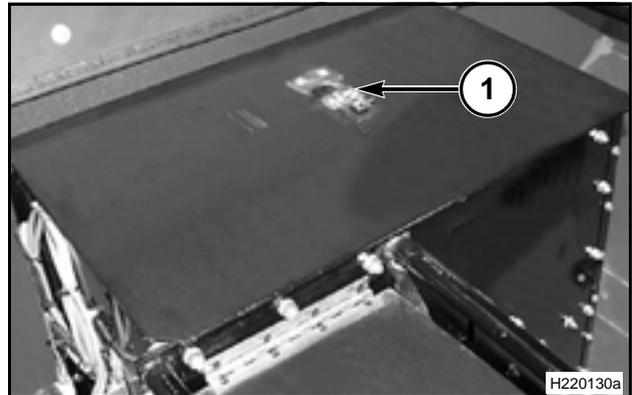

FIG. 213
FIG. 213: el cabezal del elevador de grano limpio cuenta con una tapa de inspección (1) que puede abrirse para controlar y realizar el servicio de la cadena del elevador.